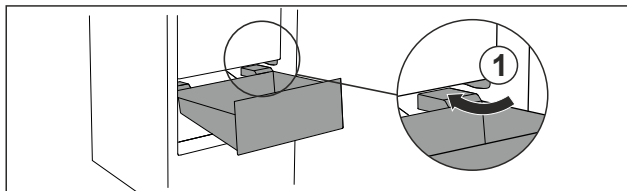

Fig. 22
- Preved'te zásuvku šikmo okolo zarážok Fig. 22 (1).